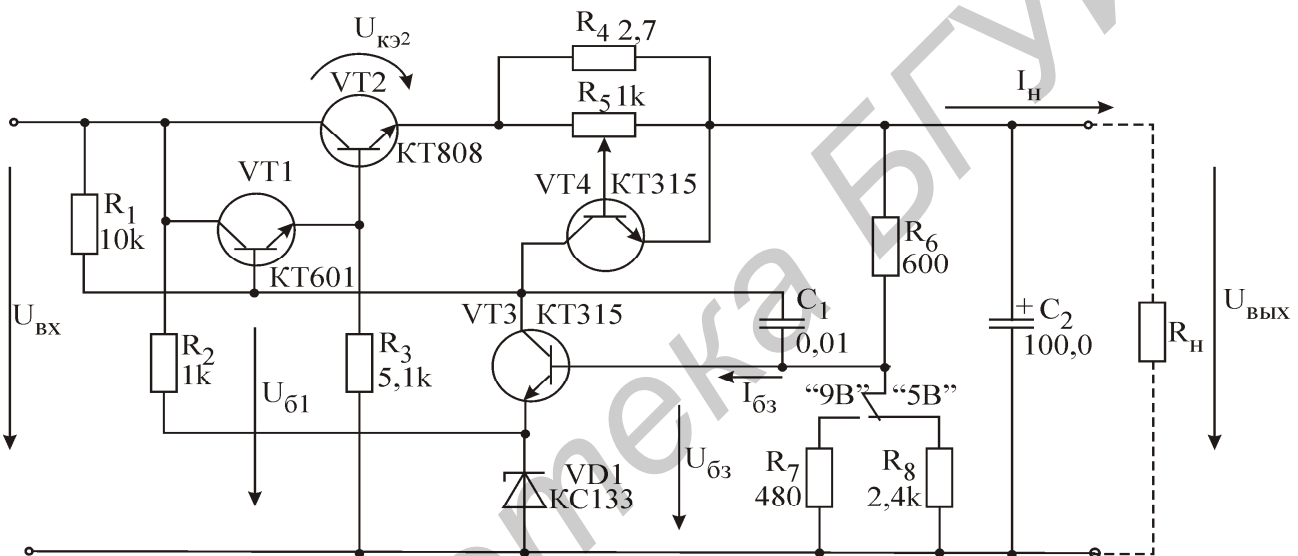

Рис. 4.4. Стабилизатор напряжения непрерывного действия
Пример электрической принципиальной схемы компенсационного стабилизатора непрерывного действия (другое его название - линейный стабилизатор) приведен на рис. 4.4. Это – один из стабилизаторов, исследуемых в лабораторной работе. Узел сравнения в этом стабилизаторе состоит из параметрического стабилизатора (стабилитрон VD1 и резистор R₂) и резистивного делителя R₆, R₇, R₈. Усилителем разностного напряжения служит усилительный каскад с общим эмиттером на транзисторе VT3 и резисторе R₁. Узел защиты собран из транзистора VT4 и резисторов R₄, R₅. В качестве регулирующего элемента используется составной транзистор VT1, VT2.
3.1. Изобразите в отчете схему линейного стабилизатора напряжения (рис. 4.4). Под схемой запишите логические диаграммы ее работы.